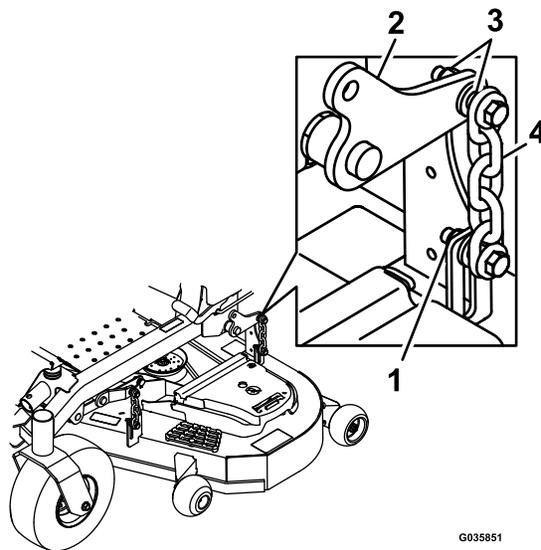

Figura 87
13. Afloje las contratuercas (Figura 87) en las 4 esquinas y compruebe que la carcasa de corte está bien asentada sobre los cuatro bloques.